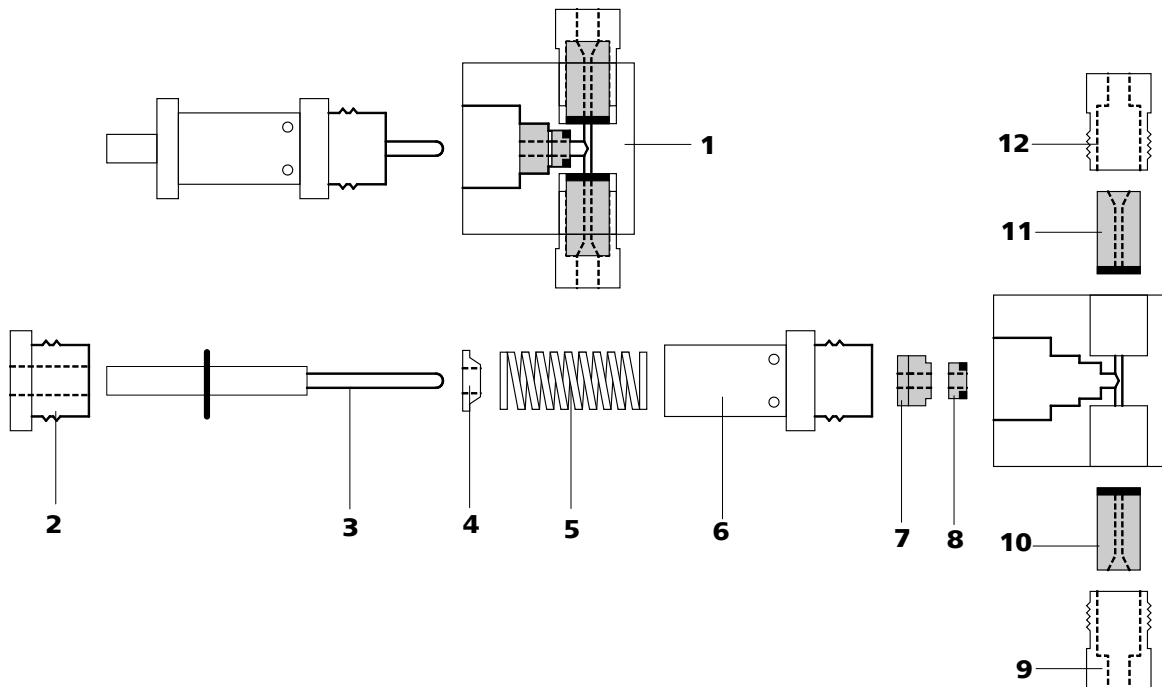

Figura 30 Componentes del cabezal de bomba estándar
- Desmonte el cabezal de bomba (18-4) en sus componentes principales (véase Figura 30, página 64).
Para seleccionar correctamente se debe tener en cuenta que el líquido fluye de abajo hacia arriba por el cabezal de bomba. El sentido de flujo de las válvulas se puede comprobar fácilmente soplando a través de la válvula limpia. Ambas válvulas se montan con el lado frontal negro orientado hacia el cabezal de bomba (véase Figura 30, página 64).
- Vuelva a montar los componentes del cabezal de bomba (18-4) (véase Figura 30, página 64).